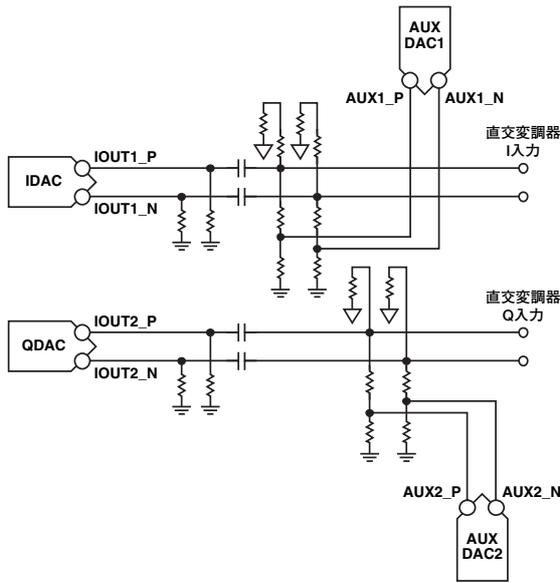

図76. 補助DACの代表的な使い方
DAC出力の後に直交変調器がある場合、補助DACを局部発振器 (LO) のキャンセルに使用できます。図76に、DACと直交変調器との代表的なインターフェースを示します。通常、変調器の入力コモンモード電圧はDACの出力コンプライアンス電圧範囲よりはるかに高いため、ACカップリングが必要となります。直交変調器の必要なコモンモード入力電圧がDACのコモンモード入力電圧と一致する場合、ACカップリング・コンデンサは除去できます。直交変調器の入力換算DCオフセット電圧 (およびDAC出力オフセット電圧のミスマッチ) により、変調器出力にLOフィードスルーが発生し、システム性能が低下することがあります。図76の構成を使用すると、補助DACを使用してこのDCオフセットを補正することにより、LOフィードスルーを減らすことができます。直交変調器の入力においてDACからのスプリアス信号 (歪みとDACイメージ) がシステム性能に影響を与える場合は、ローパス・フィルタまたはバンドパス・フィルタの使用を推奨します。このフィルタは、直交変調器の入口に配置します。